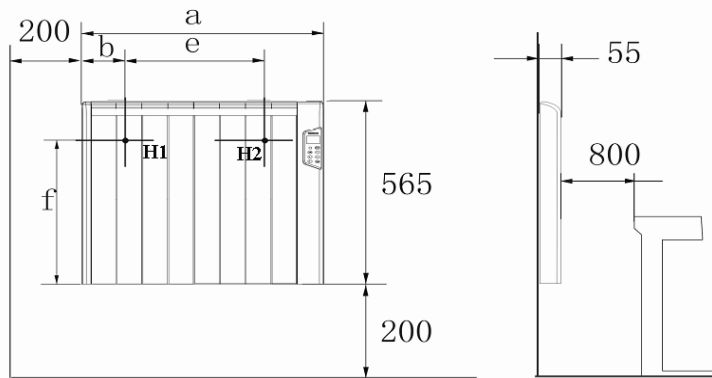

Figura 2
- Antes de fijar el radiador a la pared, asegúrese de que, una vez instalado, mantenga una distancia mínima (ver figura 2) con respecto a cualquier objeto (pared lateral, suelo, muebles, etc.).